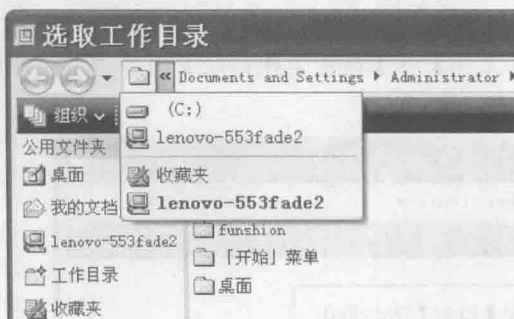

图 1-4 下拉项目
(3) 单击【选取工作目录】对话框中的 Documents and Settings 前的符号 «, 系统弹出下拉项目,如图 1-4 所示。